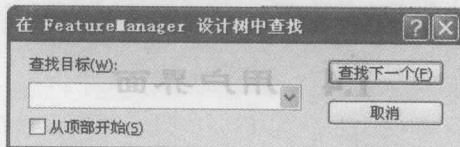

图 1-10 在“FeatureManager 设计树中查找”对话框
5) 用右键单击（除了材质或光源与相机外）并在快捷菜单中选择“转到”命令，可以搜索特征管理器设计树中的文字，如图 1-10 所示。